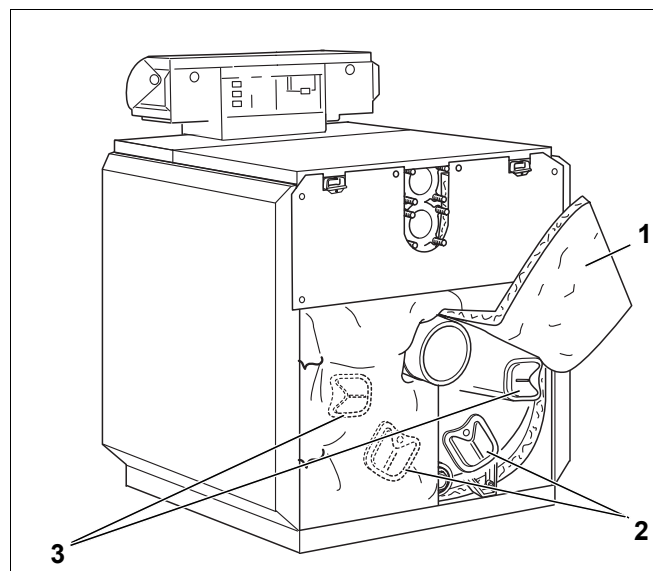

Bild 52 Demontage – Reinigungsdeckel
- Die beiden Enden der Wärmedämmung nach oben klappen (Bild 52, **Pos. 1**) und mit der Spannfeder dort befestigen.
- Die Reinigungsdeckel am Hinterglied (Bild 52, **Pos. 2**) und Abgassammler (Bild 52, **Pos. 3**) entfernen.